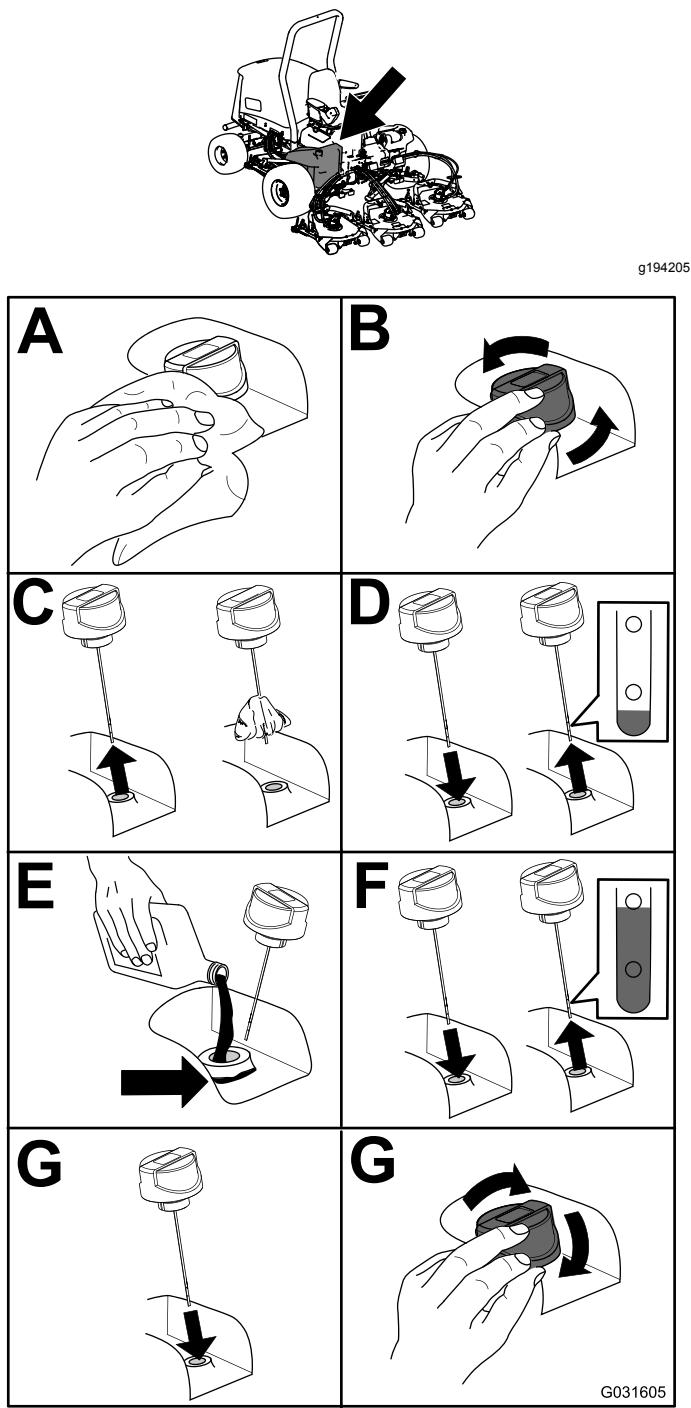

Figure 88
2. Contrôlez le niveau du liquide hydraulique (Figure 88).